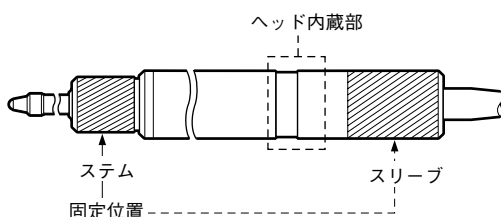

図1.取付固定位置
- 測長ユニットの取付けは、必ずステムをチャックしてください。他の部分もチャックしなければならない場合は、機銘ラベル部(ヘッド内蔵部)と、その近傍は避けてください。(図1) また、測長ユニットを他の機器に取付ける場合は、本機に直接ネジが当る固定は絶対に避けてください。